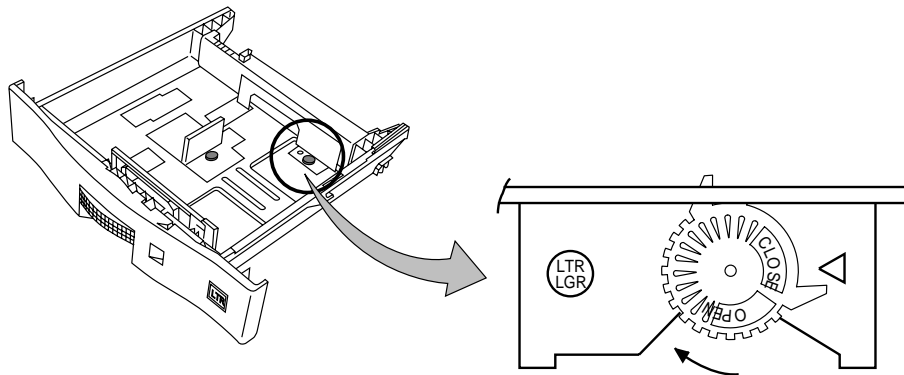

Abbildung 3-8 Sichern der Papierführung
4. Drehen Sie die blauen Feststellräder an allen Papierführungen im Uhrzeigersinn in die Position CLOSE, um die Führungen zu sichern. (Abbildung 3-8).